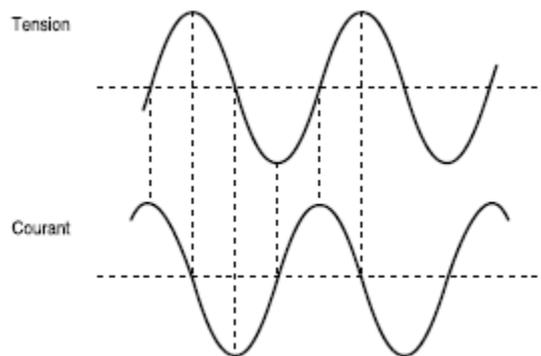

Fig.18. Tension et courant en quadrature.
– la tension et le courant sont en quadrature, c'est-à-dire sont déphasés de 90° , la tension étant en retard sur le courant (Fig.18).